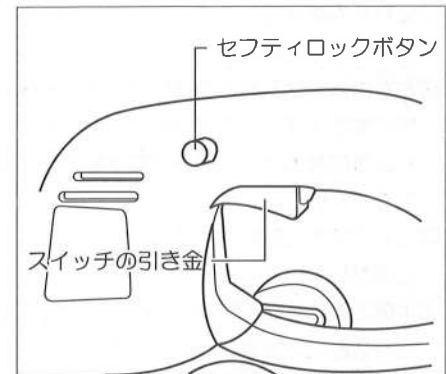

図2
- スイッチはセフティロックボタンを押した状態でスイッチの引き金を引いてください。(図2参照)